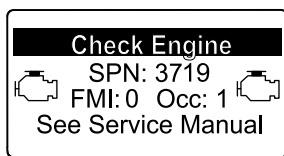

Figura 49
- Aviso do motor SPN 3719, FMI 0 (Figura 49)